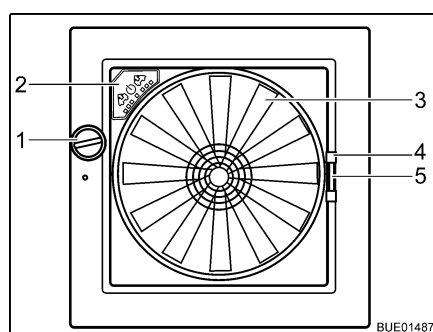

Fig. 75 Claraboya Omni-Vent
- Girar el botón giratorio (Fig. 75,1) hasta alcanzar el ángulo de apertura deseado.
- Girar el botón giratorio (Fig. 75,1) hasta que la claraboya esté completamente cerrada.
- Tirar del tirador (Fig. 75,4) de la protección contra insectos hacia el lado opuesto del marco.
- Comprimir el tirador (Fig. 75,5) del oscurecedor.
- Ventilador** Cuando la claraboya está abierta, el interior se puede ventilar y purgar de aire con el ventilador de 6 niveles (Fig. 75,3). El ventilador se maneja a través del cuadro de mando (Fig. 75,2).